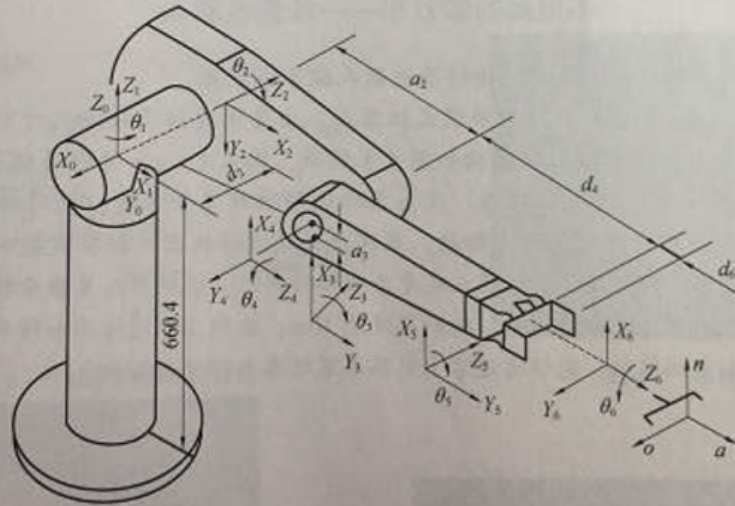

图 3.34 PUMA 560 型机器人
8. PUMA 560 型机器人如图 3.34 所示，该机器人属于关节式机器人，6 个关节都是转动关节，具有 6 个自由度。前 3 个关节用于确定手腕参考点在空间的位置，后 3 个关节用于确定手腕姿态。试分析其运动学方程。